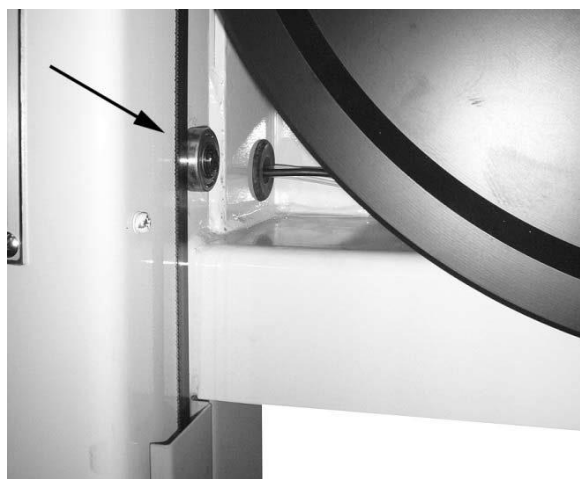

Рис. 11.
7. Проверьте, чтобы полотно опиралось на обойму подшипника (Рис. 11), а не располагалось за ней.